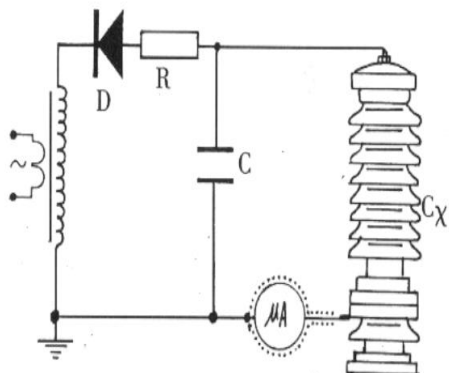
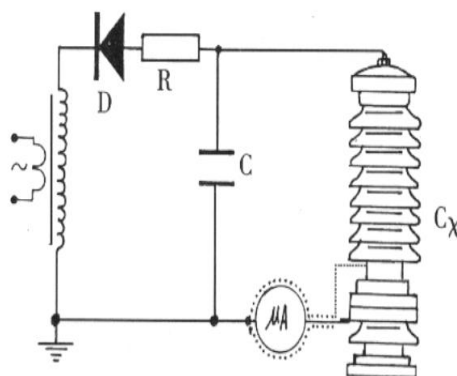

图 7 微安表接入试品 CX 底部的接线图
图 8 排除试品 CX 表面影响接线图
6.4.3 对氧化锌、磁吹避雷器等试品接地端可拆开的情况下，也可采用在试品的底部(地电位侧)串入电流表进行测量的方式，如图 7 所示。当要排除试品表面泄漏电流的影响，可用软的裸铜线在试品地电位端绕上几圈并与屏蔽线的屏蔽层相连接，如图 8 所示。